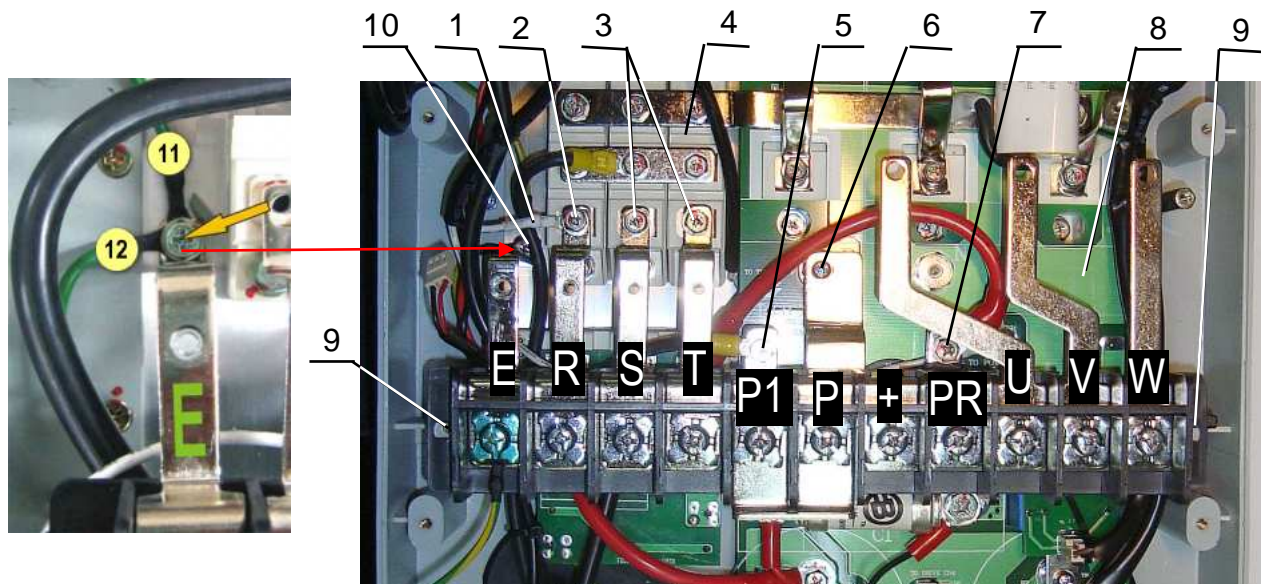

Рис. 6.11. Демонтаж клеммника
6.9.1. Выкрутить винт 2 (M5x12) крепления шины клеммной колодки R к диодно-тиристорному модулю 4 (рис.6.11). Снять наконечник провода предзаряда 1 (рис. 6.11). Положить винт в тару.
6.9.2. Выкрутить два винта 3 (M5x12) крепления шин клеммной колодки S и T к диодно-тиристорному модулю 4 (рис.6.11). Положить винты в тару.
6.9.3. Выкрутить винт 5 (M5x12) крепления наконечника провода реактора к шине клеммной колодки P1 (рис.6.11). Положить винт в тару.
6.9.4. Выкрутить винт 6 (M4x8) крепления шины клеммной колодки P к плате конденсаторов 8 (рис.6.11). Положить винт в тару.
6.9.6. Выкрутить винт 10 (M5x12) крепления шины E и наконечников проводов заземления 11 и 12 к радиатору (рис. 6.11). Положить винт в тару.